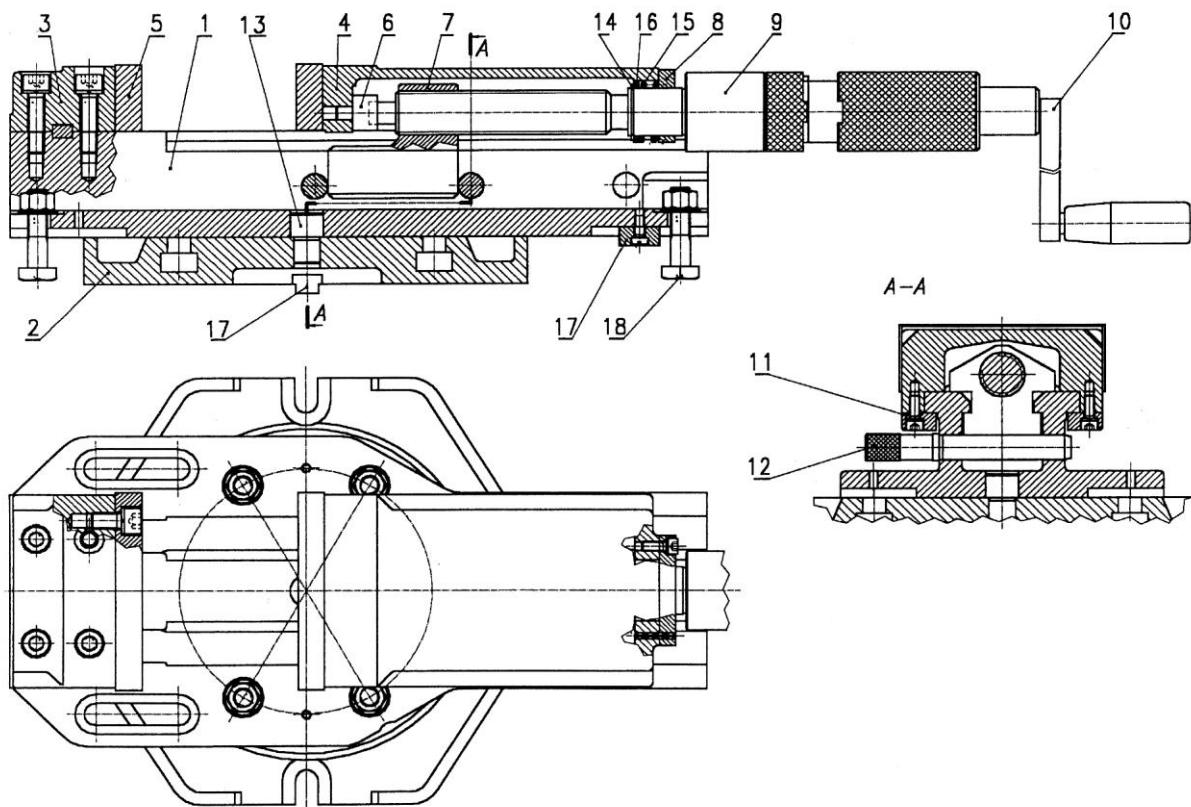

Abb. 1. Aufbau des Schraubstocks 6516-M mit 6585 Sockel.
3. AUFBAU DES SCHRAUBSTOCKS (Abb. 1)
Vor dem Betrieb soll man den Schraubstock am Maschinenwerkzeugtisch mit Vierkantschrauben (18) Abb. 1 befestigen. In Schraubstöcken 6516 werden die Befestigungsschrauben in Längseinzügen im Körper installiert. Die Haltekeile (17) - 2 St. - werden in Nuten im Körper installiert.
5.4. ERSATZTEILE siehe Abb. 1 und Tabelle 2
5.5. ERSETZUNG DER LEITSPINDEL Abb. 1
Um die Leitspindel 3690-M Pos. 9 Abb. 1 zu ersetzen: